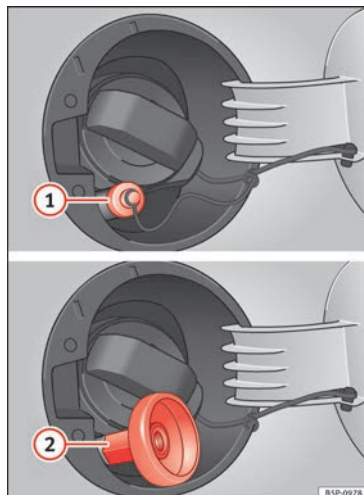

Fig. 140 Sportellino del serbatoio con bocchettone di rifornimento del GPL e adattatore.
- Togliere il tappo del bocchettone di rifornimento del gas » » » **fig. 140 (1)**.